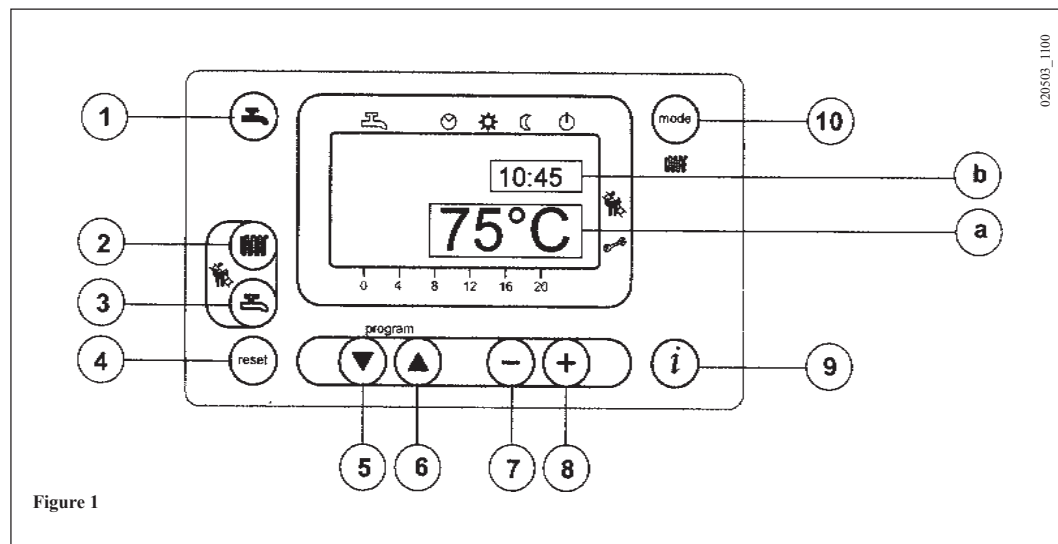
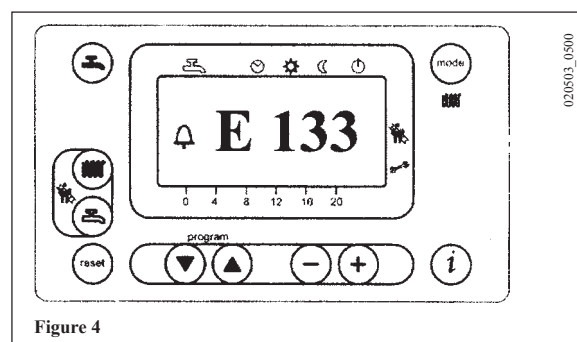

Figure 1
Figure 4
- Appuyer sur la touche  (2- figure1) pour régler la température de l'eau de chauffage;
- Appuyer sur une des deux touches  (1 o 10 - figure1) pour mémoriser et retourner au menu principal.
N.b – Avec une sonde externe reliée, à l'aide de la touche  (2 – figure1) il est possible d'effectuer la translation de la courbe de chauffage. Appuyer sur les touches   pour diminuer ou augmenter la température ambiante de la pièce à chauffer.
- Appuyer sur la touche  (3-figure 1) pour régler la température maximum de l'eau en mode sanitaire;
Sur l'afficheur principal (figure 1 a), les signaux d'anomalie et le symbole  (figure 4) apparaissent.